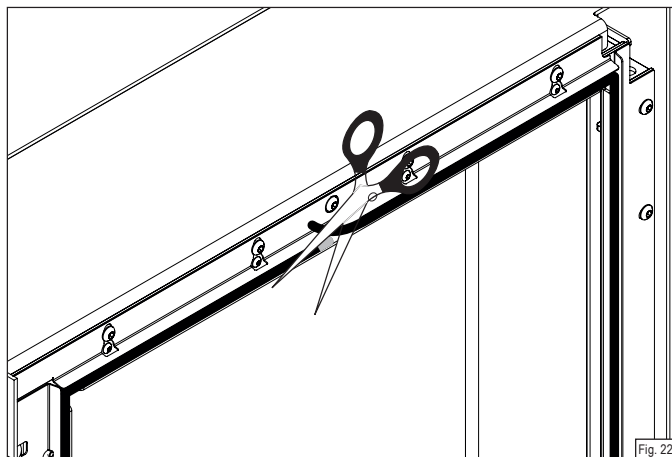
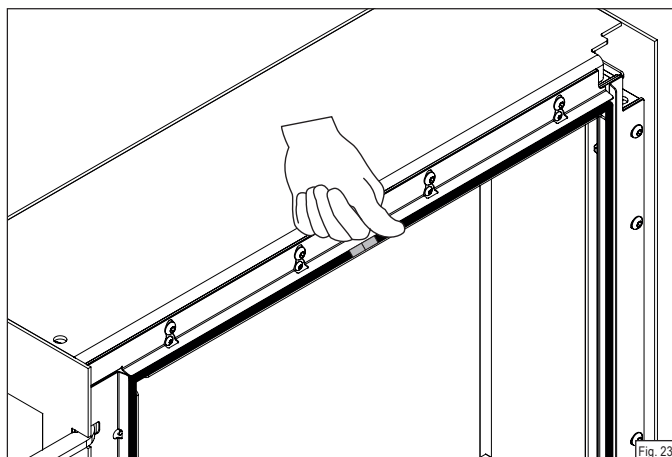
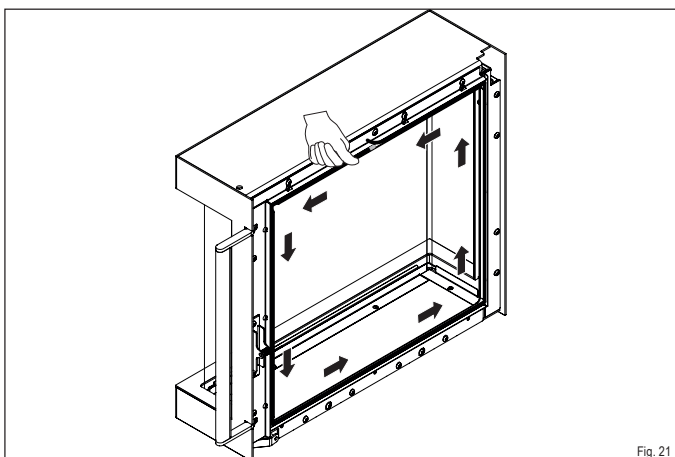

Fig. 22
Fig. 23
Fig. 21
- ▶ **Commencez à poser le joint au milieu du guide, dans la zone supérieure de la porte du foyer. Appuyez uniformément sur le joint dans le guide (Fig. 21). Laissez dépasser l'extrémité un peu et coupez le joint à ras (Fig. 22).**
- ▶ **Enveloppez également l'extrémité avec du ruban de cuivre (Fig. 21) et appuyez sur le joint dans le guide (Fig. 23).**